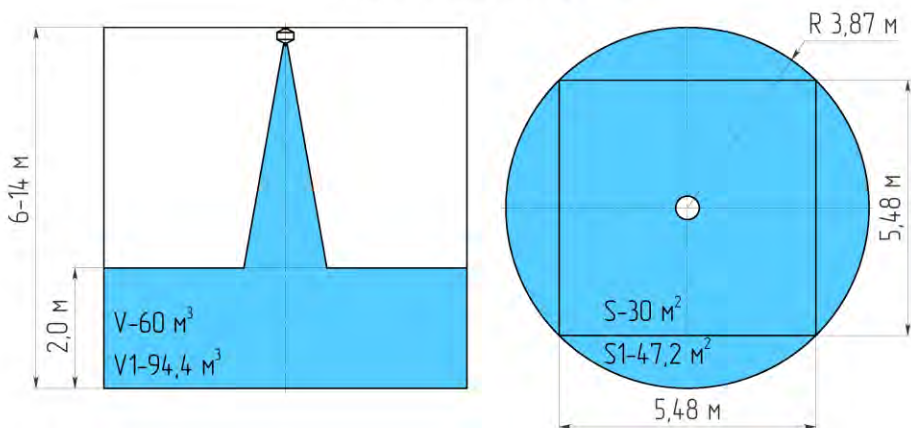

Рисунок 2 – Конфигурация зоны защиты модуля МПП для очагов класса «В»
2.3 Огнетушащая способность и конфигурации распыла порошка МПП «Гранат-12» в защищаемой зоне при тушении очагов пожара классов «В» приведена в табл. 3 и на рис.2.